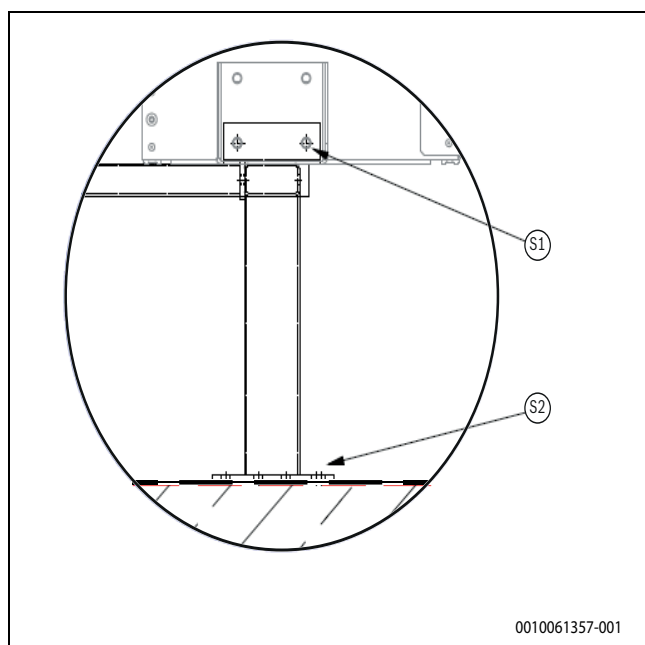

Fig. 30 Detalje A
- A Monteringssokkel → fig. 30, side 20